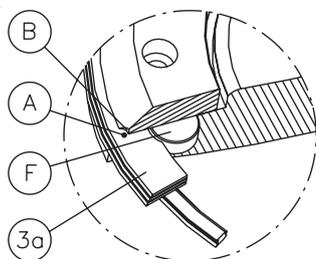

FIGURE 6
11. Remonter la bague d'étanchéité (3a) du disque par le « côté arbre » du corps de vanne. Pour localiser correctement la bague d'étanchéité, se reporter à la figure 6 : aligner la fente interne de la bague d'étanchéité (3a) sur l'axe de référence (F).
12. Assembler la bride de retenue du joint (2b). Se reporter à la figure 6 : vérifier que la rainure située sur l'arête de la bride de retenue d'étanchéité (B) est alignée sur l'axe de référence (F).
17. Ouvrir le disque de quelques degrés et serrer toutes les vis à l'aide d'une clé dynamométrique (2c). Utiliser une valeur de couple de serrage conforme au tableau 2 (se reporter à la figure 6).
Se reporter à la figure 6 :